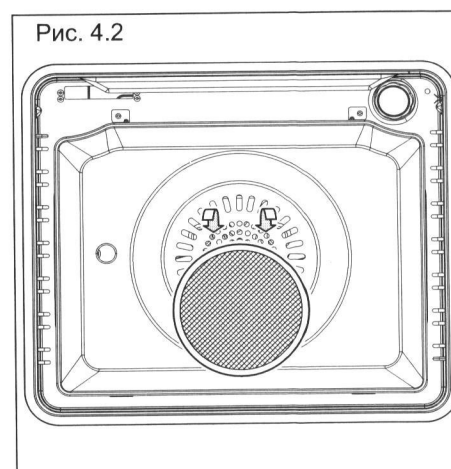

Рис. 4.2
- Специальный заслон, установленный на задней стороне духового шкафа для улавливания частиц жира, образующихся при приготовлении мяса. Вставьте жироулавливающие фильтры на задней стенке печи, как показано на рис. 4.2.